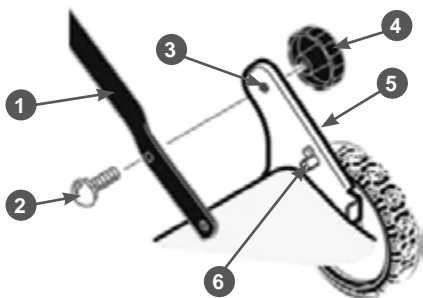

Рис. 4. Крепление нижней части рабочей рукоятки
4. С внутренней стороны кронштейна 5 крепления нижней части рукоятки имеются одно отверстие 3 и один направляющий штифт 6 (Рис. 4). Наденьте рукоятку 1 нижним отверстием на направляющий штифт 6, совместите верхнее отверстие на кронштейне 5 с отверстием на рукоятке 1, вставьте в образовавшееся отверстие болт 2 с квадратным подголовком и закрутите барашковую гайку 4 (Рис. 4). Точно также установите другую сторону нижней части рабочей рукоятки.